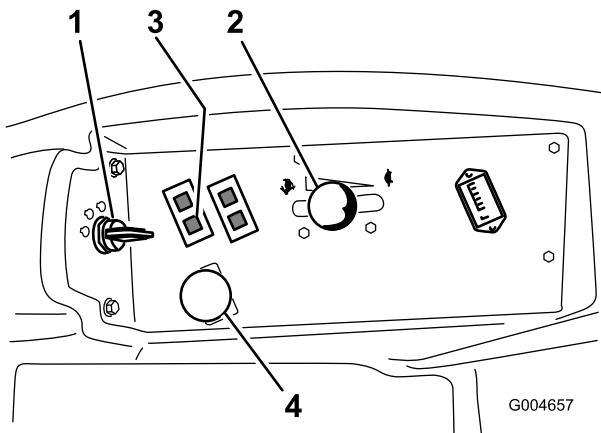

Figura 16
- Disinserite la presa di forza (posizione Off) (Figura 16).
- Portate la leva dell'acceleratore al centro tra le posizioni Minima e Massima (Figura 16).